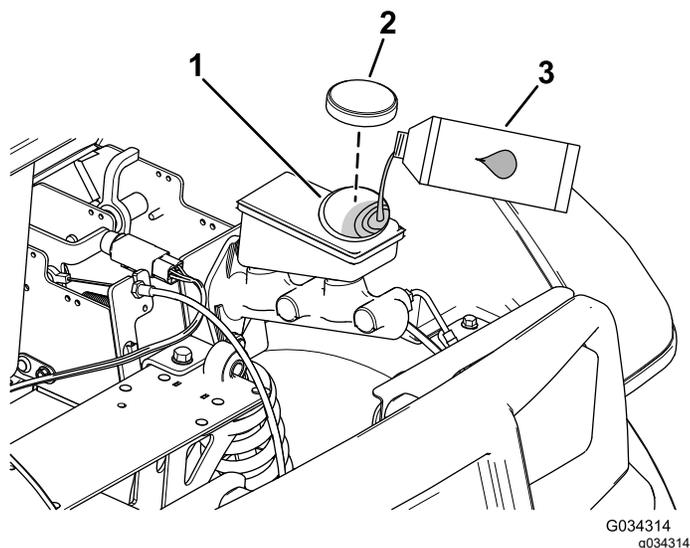

Рисунок 63
4. Поднимите капот, чтобы получить доступ к главному тормозному цилиндру и бачку (Рисунок 63).
- A. Очистите область вокруг крышки бачка и снимите крышку (Рисунок 63).
- C. Установите на место крышку бака (Рисунок 63).